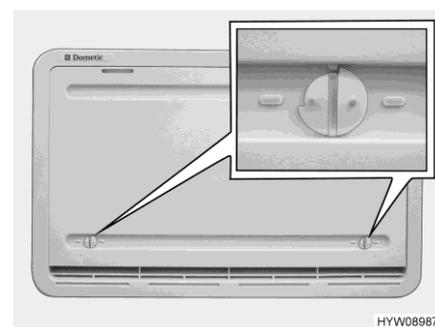

Fig. 133 Protection hivernale (grille d'aération du réfrigérateur)
La protection hivernale (Fig. 133) protège le groupe frigorifique de l'air froid. Placer des protections hivernales devant les deux grilles d'aération du réfrigérateur quand la température extérieure est inférieure à +10 °C (fonctionnement au gaz et fonctionnement électrique).
- Ouvrir les deux dispositifs de verrouillage (Fig. 133) (la rainure est à l'horizontale).